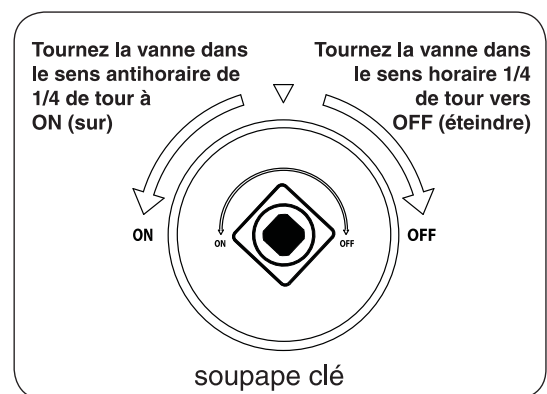

Fig. 20-2
- 4. **Une fois que le match est en feu et en position**, tournez la vanne clé sens anti-horaire d'un tour à la position **ON** (sur) 1/4 (voir Fig. 20-2). Votre brûleur devrait s'allumer.
Pour éteindre votre brûleur à gaz, tourner la soupape clé vers la droite d'une tour à la position **OFF** (éteindre) 1/4 (voir Fig. 20-2). Assurez-vous que la vanne clé est tournée entièrement au large pour éviter toute fuite de gaz.